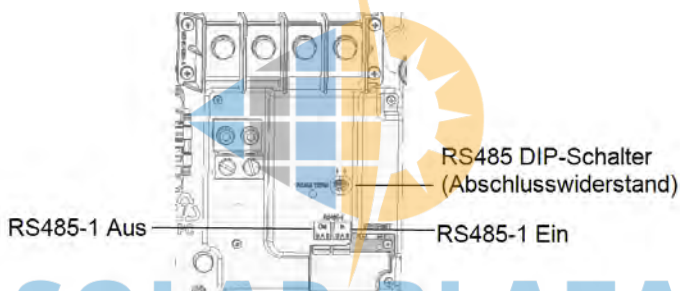

Abbildung 33: RS485-Anschlüsse und Terminierungsschalter
- Drücken Sie die RS485-Klemmleisten komplett in die Anschlüsse auf der Kommunikationskarte siehe *Abbildung 33*.